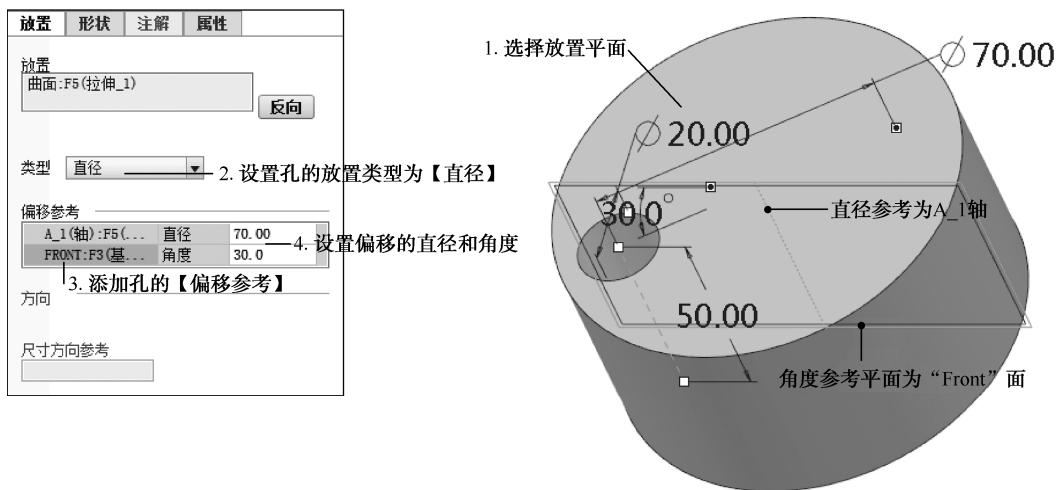

图 5-5 【直径】放置孔的步骤
① 放置孔。如图 5-5 所示，选择【放置】，单击【放置】下面的框，然后在模型中选择放置平面为圆柱体的上表面。
② 设置孔的放置类型为【直径】类型。
③ 添加孔的【偏移参考】。单击【偏移参考】，添加参考平面。选择直径的参考中心为“圆柱的中心轴 A_1”，按住 Ctrl 键，选择角度参考平面为 FRONT 平面。